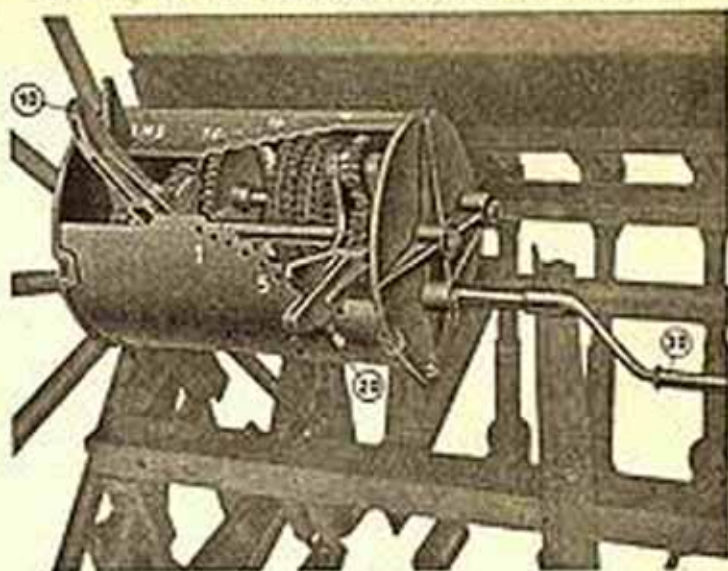

Abb. 6 Getriebe
Bei allen Drillmaschinen ist mit der Kurbel abzudrehen (30) (Abb. 6) Angaben für Kurbelumdrehungen sind der Sätabelle zu entnehmen. Die Maschine wird hierbei nicht aufgebockt und auch nicht eingerückt. Bei großen Maschinen wird die Abdrekkurbel separat mitgeliefert und von außen durch eine Öffnung des seitlichen Schutzbleches ins Getriebe eingesetzt. (Siehe Abb. 7)
Die Aussaatmenge wird durch ein Mehrfach-Übersetzungsgetriebe geregelt (Abb. 6).